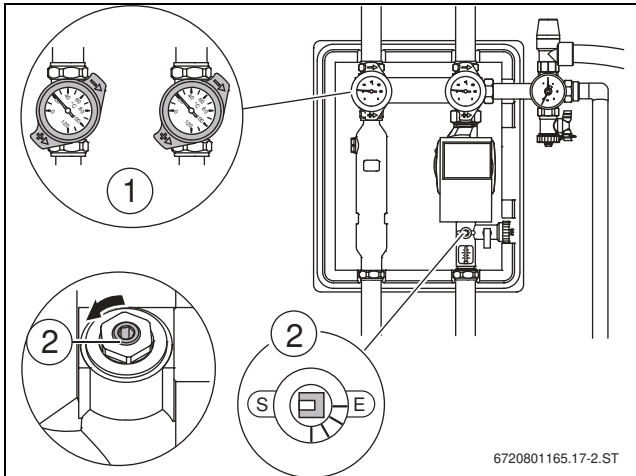

Рис. 36 Открытые запорные устройства
- Установите шаровые краны (→ рис. 36, [1]) на 45° и откройте ограничитель потока [2], а также другие запорные устройства.
- Установите шаровые краны (→ рис. 36, [1]) на термометрах на 45° и откройте ограничитель потока (→ рис. 36, [2]), а также другие запорные устройства.